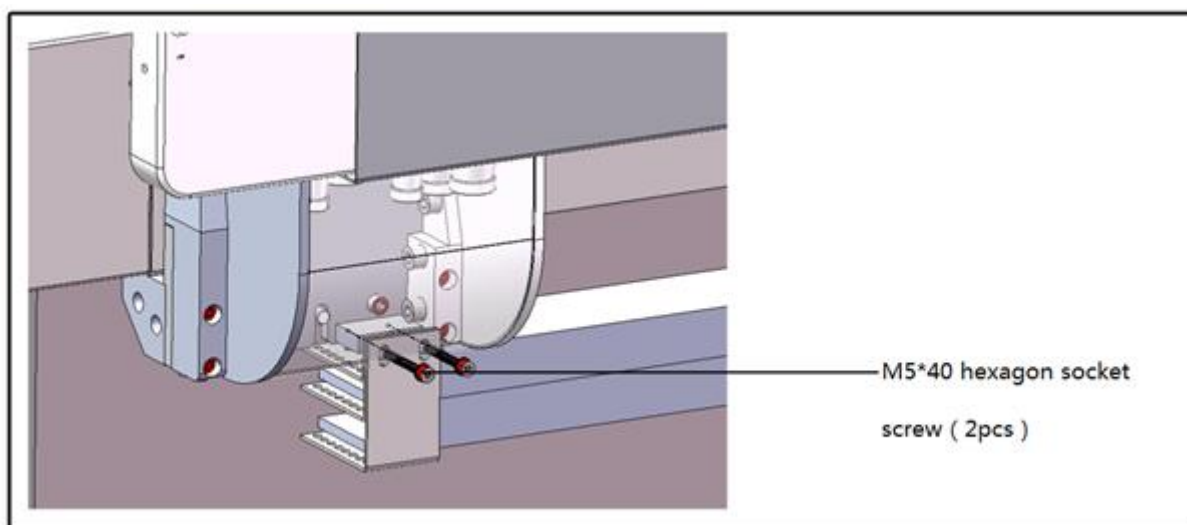

Рис. 5
- Установите шестиконтактные авиационные разъемы и затяните два винта М5х40 (Рис. 5).